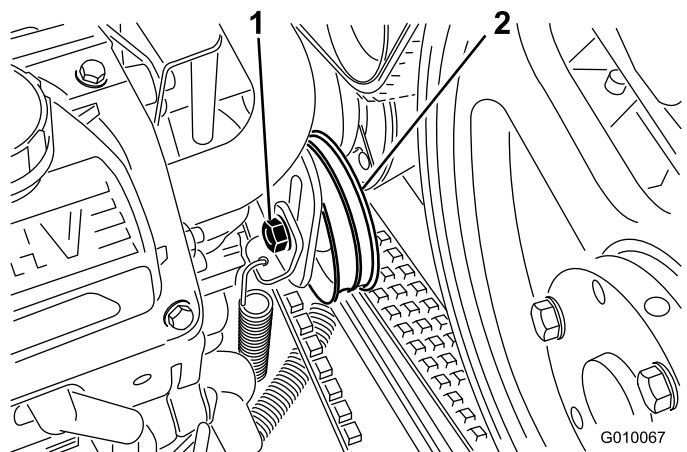

Рисунок 58
4. Ослабьте болт натяжного ролика ремня насоса лишь настолько, чтобы ролик можно было двигать в регулировочном пазу (Рисунок 58).